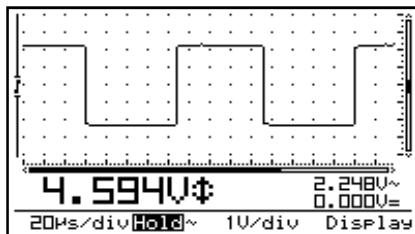

Fig 14
- A **dot grid** divides the screen into reference points. (Fig. 14)
- **Puntraaster:** verdeelt het scherm in referentiepunten. (Fig. 14)
- **Une grille en pointillé** divise l’écran en points de référence. (Fig. 14)
- **Punktraaster:** Der Bildschirm wird in Referenzpunkte unterteilt (Abb. 14)